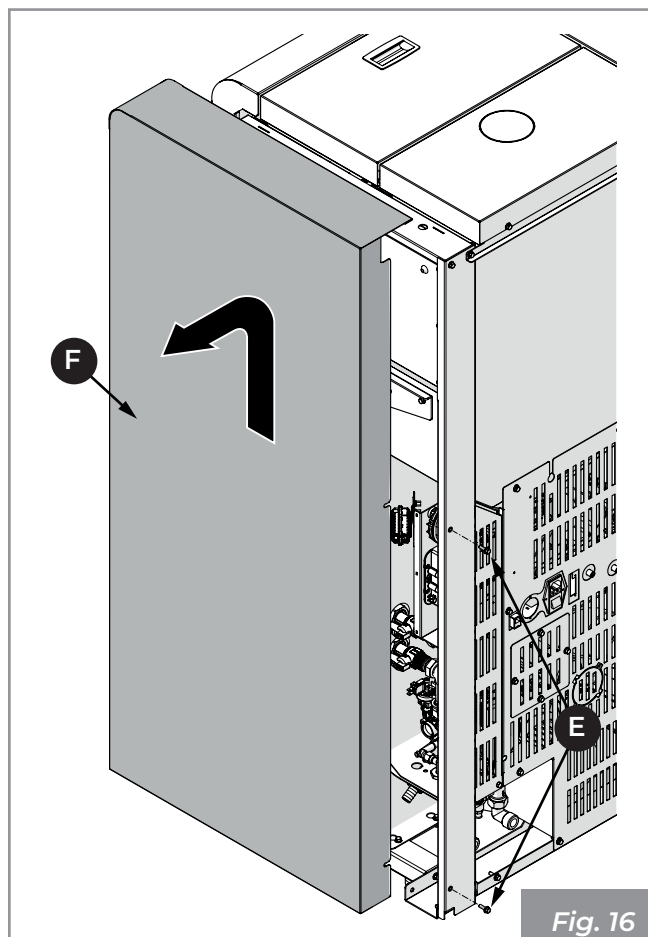

Fig. 16
Dévisser les deux vis arrière (E) et soulever le côté droit (F) pour libérer les crochets de fixation (Fig. 16).